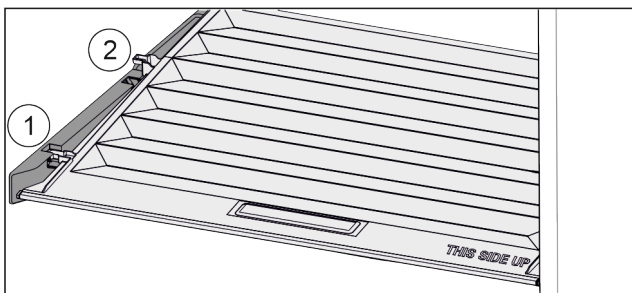

Fig. 115
- Tirare in avanti il coperchio fino all'apertura nei fermi Fig. 115 (1).
- Sollevare posteriormente dal basso e togliere verso l'alto Fig. 115 (2).